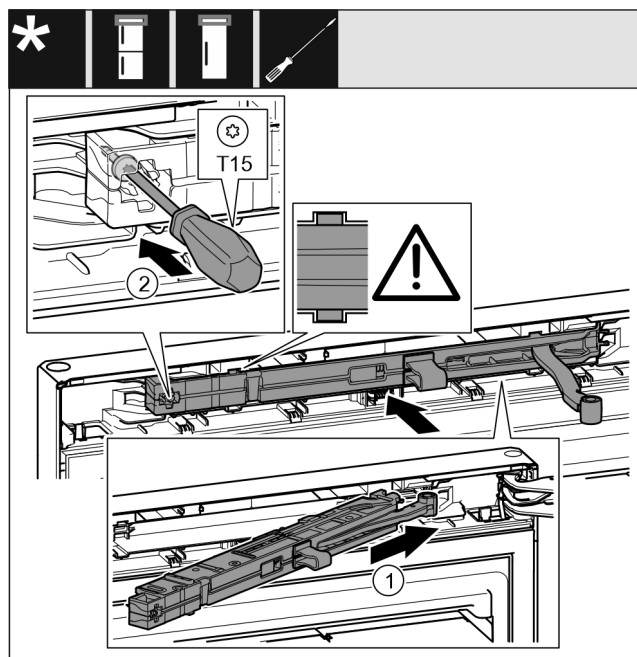

Fig. 24
- Jednotku tlumiče zavírání Fig. 24 (1) na straně stojanu ložiska zasuňte až na doraz šikmo do vybrání.
- Šroubovákem šroub Fig. 24 (2) pevně utáhněte.